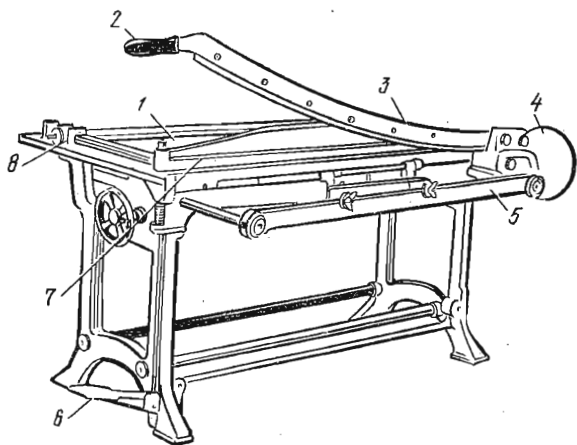

Рис. 21. Ручная картонорубилка КН-1М:
**Картонорубилка** служит для резки картона, бумаги, переплетных материалов. Ручная картонорубилка КН-1М (рис. 21) состоит из металлического стола, на поверхности которого закреплены передвижные упоры для приталкивания картона при резке. Разрезка производится двумя ножами. Нижний нож закреплен